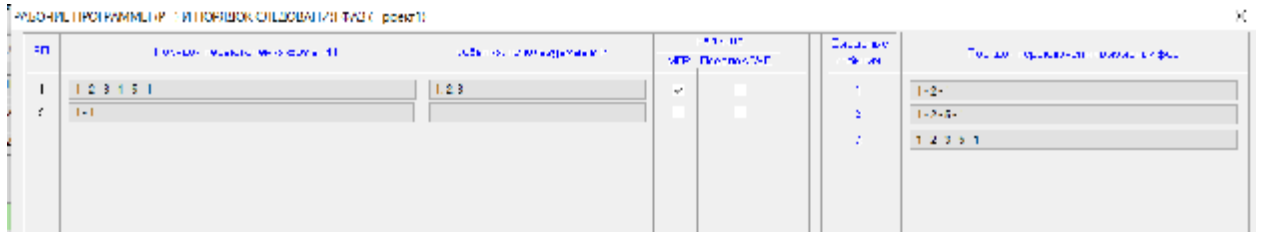

Рис. 4.1. Вид вкладки «Проект/РП (переключение фаз)».
1. Порядок переключения фаз при работе контроллера «Думка 7» задается на вкладке «Проект/РП (Переключение фаз)» – рис. 4.1.
1. Назначение вызывных событий производится во вкладке – «Проект/ Вызывные события» – рис. 4.1, в ней задаются параметры для 16 вызывных событий, дополнительные свойства этих событий определяются во вкладке – «Проект/Логические условия».
Например, для РП1 (см. рис. 4.1) при иницировании вызывного события 4 (см. рис. 4.3) «классический» порядок переключения фаз выполняется следующим образом: